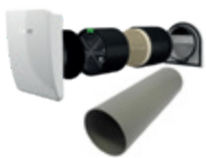

Figur 1. Projektering och installation av ventilationsanläggning Vent 2000 D
- Utforma ventilationssystemet som i figur 1, så att Vent 2000 D placeras i de yttre zonerna i rummen och kan ventileras i par och diagonalt genom rummen. Detta uppnår det mest optimala luftutbytet i hela hemmet.